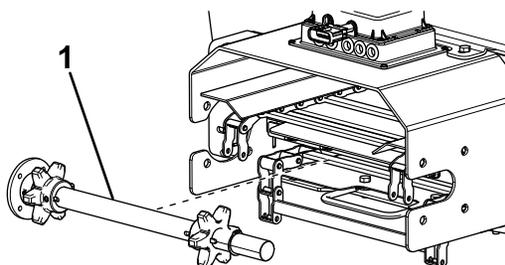

Bild 17
14. Entfernen und entsorgen Sie Antriebswellenbaugruppe (Bild 17).